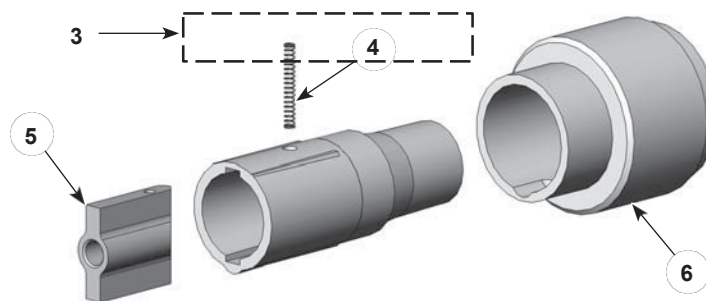

Figure 23 Assemblage de support d'électrode d' SD
C. Reportez-vous à la figure 23 et à la liste des pièces pour connaître les pièces de rechange du kit de support d'électrode SD en option.